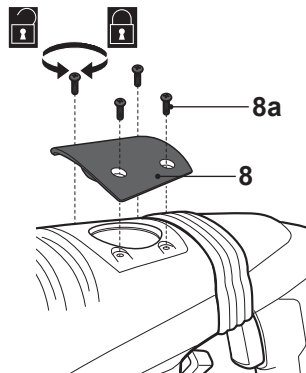

Fig. 8
- > Afloje los tornillos (8a) con un destornillador de estrella adecuado y retírelos junto con la cubierta de la caja de engranajes (8) (Fig. 8).
- > Vuelva a colocar la cubierta de la caja de engranajes (8) en la herramienta y asegúrela con los tornillos (8a). Asegúrese de que está bien sujeta.